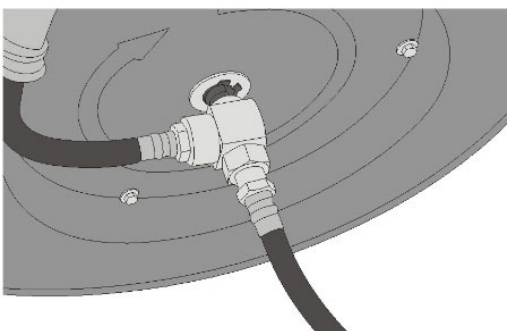

Fig.5: Montaje
Paso 4: atornille la manguera de entrada de aire en la entrada provista en el tambor (Fig. 5).